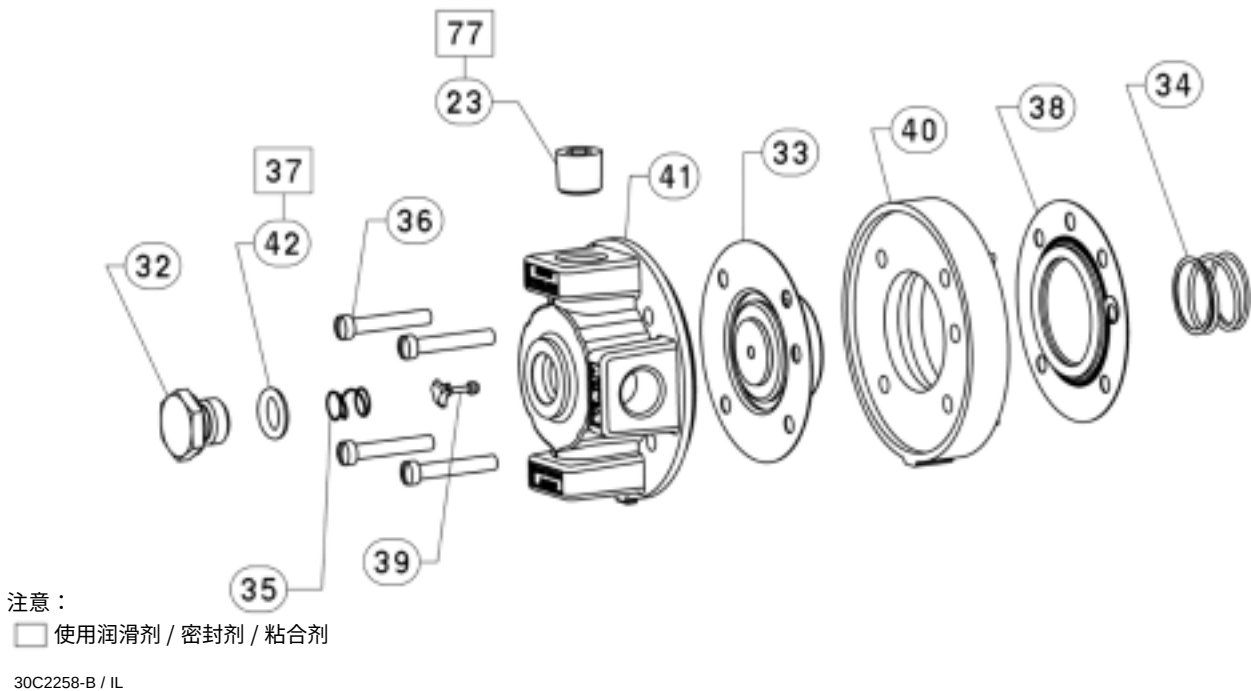

图 14. i2P-100 型放大器组件
1. 拆下四颗装配螺钉(件号 36, 如图 14 所示), 将放大器从转换器中取出。小心不要丢失平衡弹簧(件号 34)和输入膜片(件号 38)。
放大器组件 (见图 14)